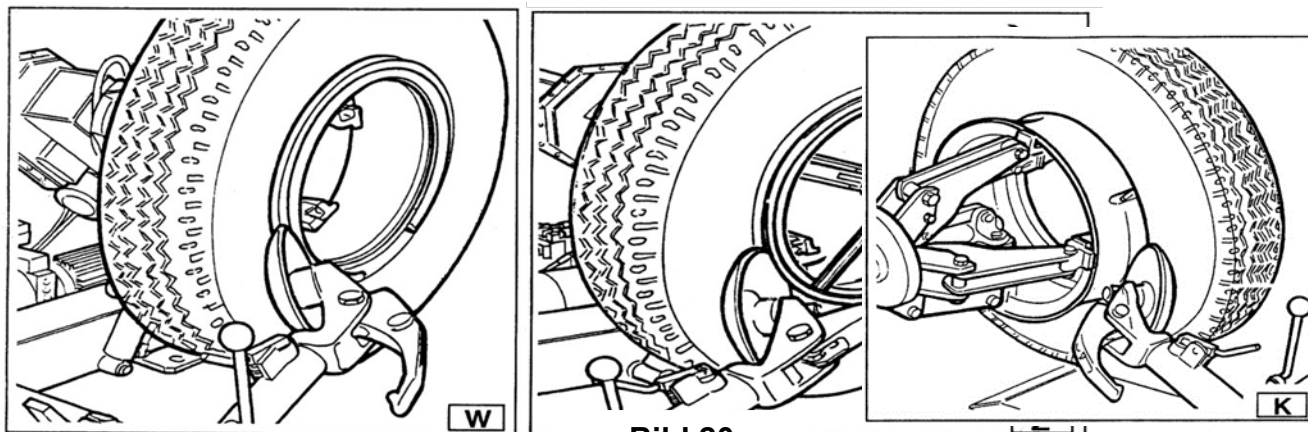

Bild 20
- 9) Roter klorna och sätt samtidigt klinchlossningsringen mot klinchen följande fälgens kant, tills den andra klinchen också har splittrat. **Obs:** Smörj klinchens kant medan åtgärden. Fortsätt att driva klinchlossningsringen mot klinchen tills den är löst från fälgen (Bild 20).